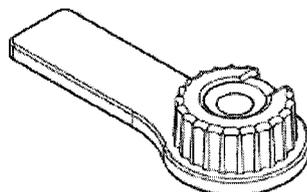

Figura 3: El CyPass® Micro-Stent está envasado en el Cargador
6. Retirar el cargador que contiene el CyPass® Micro-Stent (Figura 3) de la bandeja estéril.